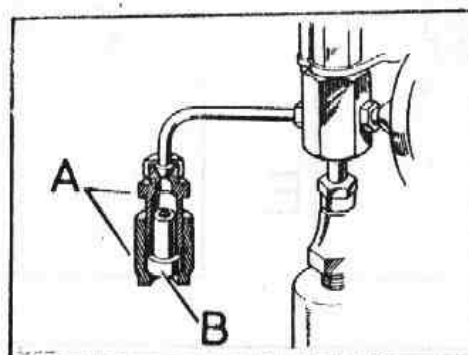

Fig. L1-13 Limpieza a presión de la tobera
- 4.8. Con el fin de expulsar por completo todas las partículas desprendidas en las operaciones anteriores, se fijará a la bomba de comprobación, el adaptador para el lavado, A (Fig. L1-13) y luego la tobera, B, sobre el adaptador con los orificios de salida de combustible hacia arriba. La bomba se accionará con fuerza para que el combustible salga con presión elevada y arrastre las partículas de carbonilla.